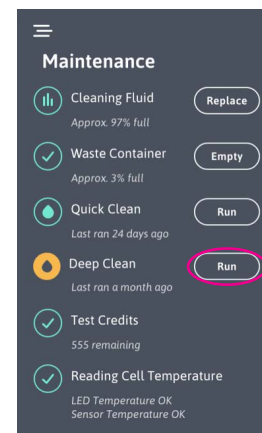

Figure 38
1. Appuyer sur « Lancer » le nettoyage en profondeur dans le menu de maintenance pour effectuer un nettoyage en profondeur (figure 38). L'analyseur vérifie que les volumes dans les bouteilles sont suffisants et invite à les remplacer le cas échéant. Si le volume est suffisant, l'analyseur invite l'utilisateur à insérer la solution de nettoyage.